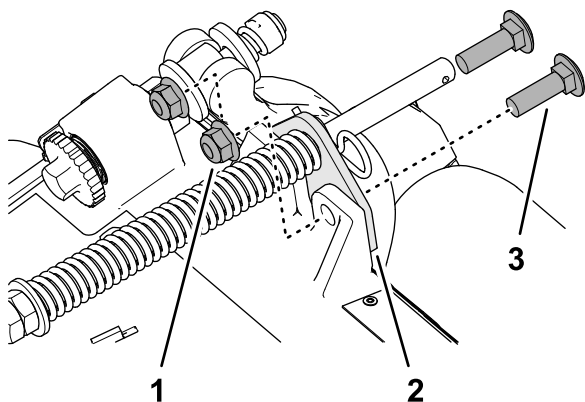

Рисунок 11
2. Удалите 2 фланцевые контргайки ($\frac{3}{8}$ дюйма) и 2 каретных болта ($\frac{3}{8}$ x $1\frac{1}{4}$ дюйма), которые крепят кронштейн компенсатора состояния грунта к раме режущего блока (Рисунок 11).